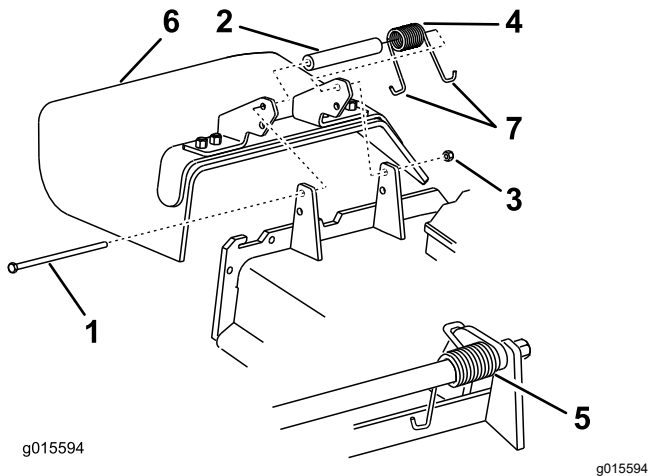

Figure 102
1. Retirez le contre-écrou, le boulon, le ressort et l'entretoise qui fixent le déflecteur aux supports de pivot (Figure 102).
2. Enlevez le déflecteur s'il est endommagé ou usé (Figure 102).
**Remarque:** Prenez soin de placer 1 extrémité en J du ressort derrière le bord du tablier avant de mettre le boulon en place, comme montré à la Figure 102.
6. Accrochez l'extrémité en J du ressort au déflecteur d'herbe (Figure 102).